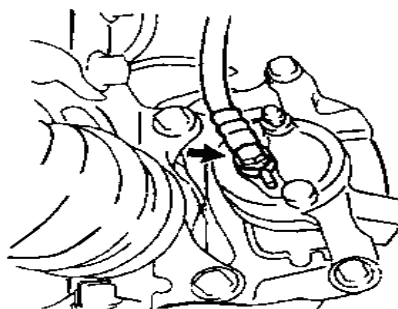

图 3-12
(1) 从前盘式制动钳体上拆下接头螺栓和垫圈，然后脱开软管，如图3-12所示。